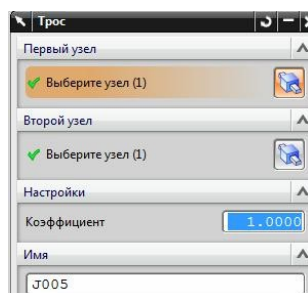

рис.103
- Как видно из диалогового окна этой связи (рис.103), предварительно автономное перемещение каждого тела, соединённого тросом, нужно обеспечить с помощью кинематической пары *Ползун*.